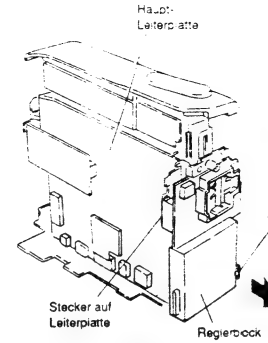

Abb. 2-30
- Eine (1) Lasche freigeben und den Reglerblock von der Haupt-Leiterplatte in Richtung des Pfeiles abnehmen. (Der Reglerblock und die Haupt-Leiterplatte sind über einen Stecker miteinander verbunden.) (Siehe Abb. 2-30).